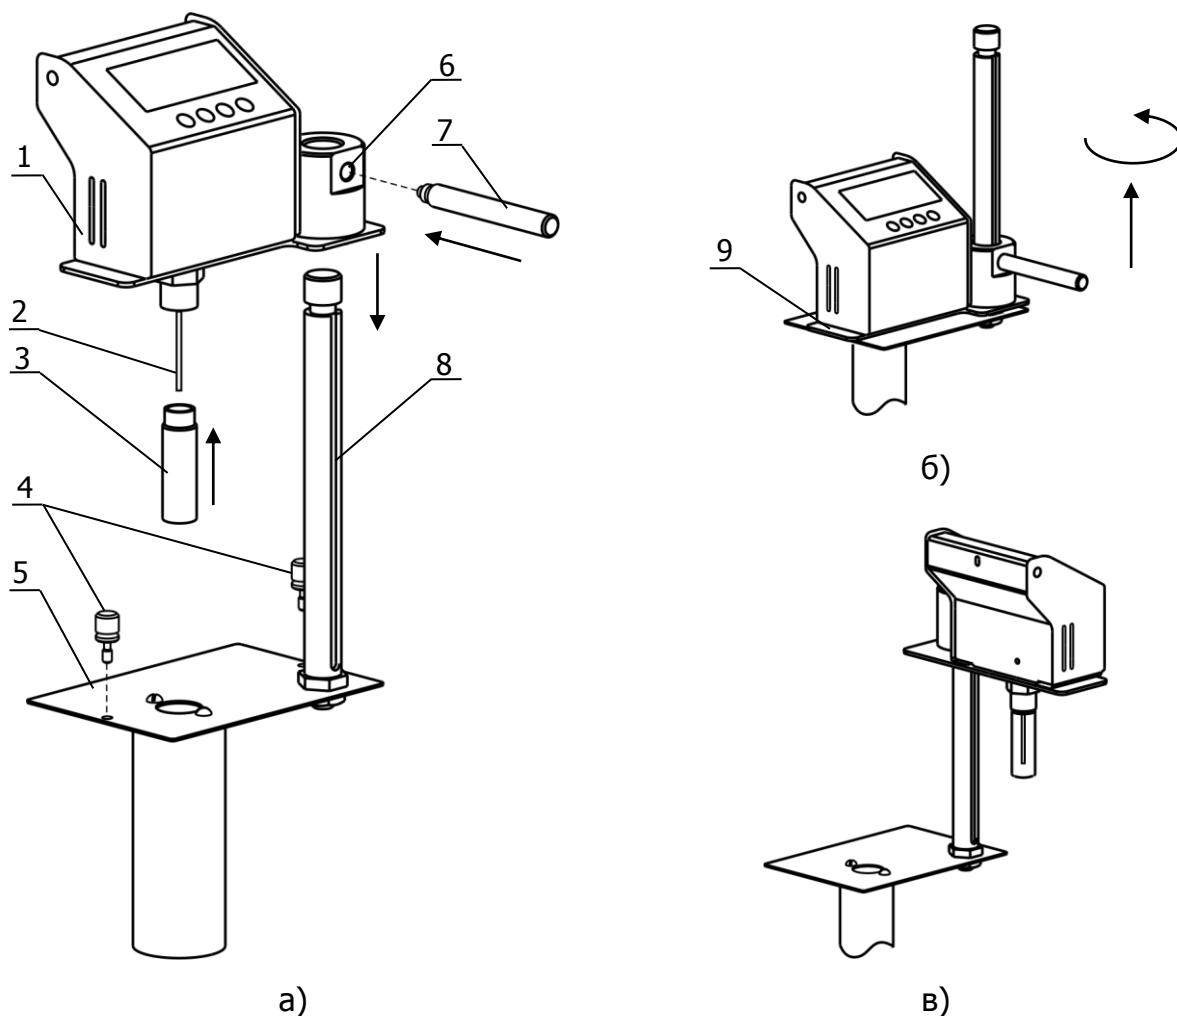

Рисунок 2 — Подготовка установки к работе
- основание 5 (рисунок 2а) установить в ванну криостата и закрепить его винтовыми фиксаторами 4;
2.2.4 Перевести электронный блок из нижнего положения (рисунок 2б) в верхнее (рисунок 2в). Для этого, используя рукоятку 7, поднять электронный блок вверх до упора и повернуть вправо на 90° до фиксации его положения. Для облегчения подъема, придерживать свободной рукой электронный блок за выступ 9. Для перевода электронного блока в нижнее положение выполнить указанные действия в обратном порядке.
2.8.1 Снять защитную виалу 3 (рисунок 2а) и установить на ее место виалу с растворителем.
2.8.2 Перевести электронный блок в нижнее положение, повернув его за рукоятку 7 (рисунок 2а) влево на 90° и опустив вниз до упора.
2.8.5 Перевести электронный блок в верхнее положение, подняв его вверх и повернув рукоятку 7 (рисунок 2а) вправо на 90° до фиксации.
2.9.1 Снять защитную виалу 3 (рисунок 2а) и установить на ее место виалу с раствором.
2.9.2 Перевести электронный блок в нижнее положение, повернув его за рукоятку 7 (рисунок 2а) влево на 90° и опустив вниз до упора.
2.9.5 Перевести электронный блок в верхнее положение, подняв его вверх и повернув рукоятку 7 (рисунок 2а) вправо на 90° до фиксации.